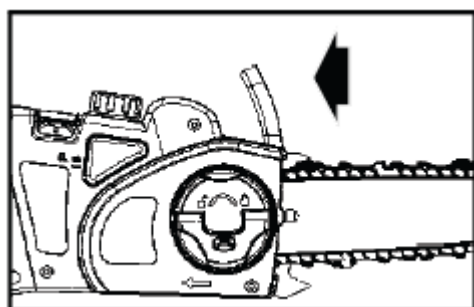

Fig. 6A
1. Assicurarsi che il freno della catena sia disinnestato. Il motore non si avvia se il freno della catena si trova nella posizione inserita. Disinnestare il freno catena tirandolo indietro verso il motore (Fig. 6A).